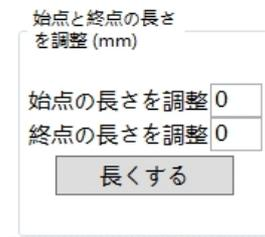

図 5. 3. 5a ヘッド・テール長さの変更
操作方法：①図 5. 3. 3b に示すように、編集したい図形を選択します。